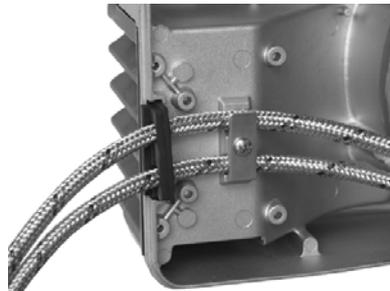

Fig. 27
- 4 Fijar los manguitos como se indica en Fig. 27.